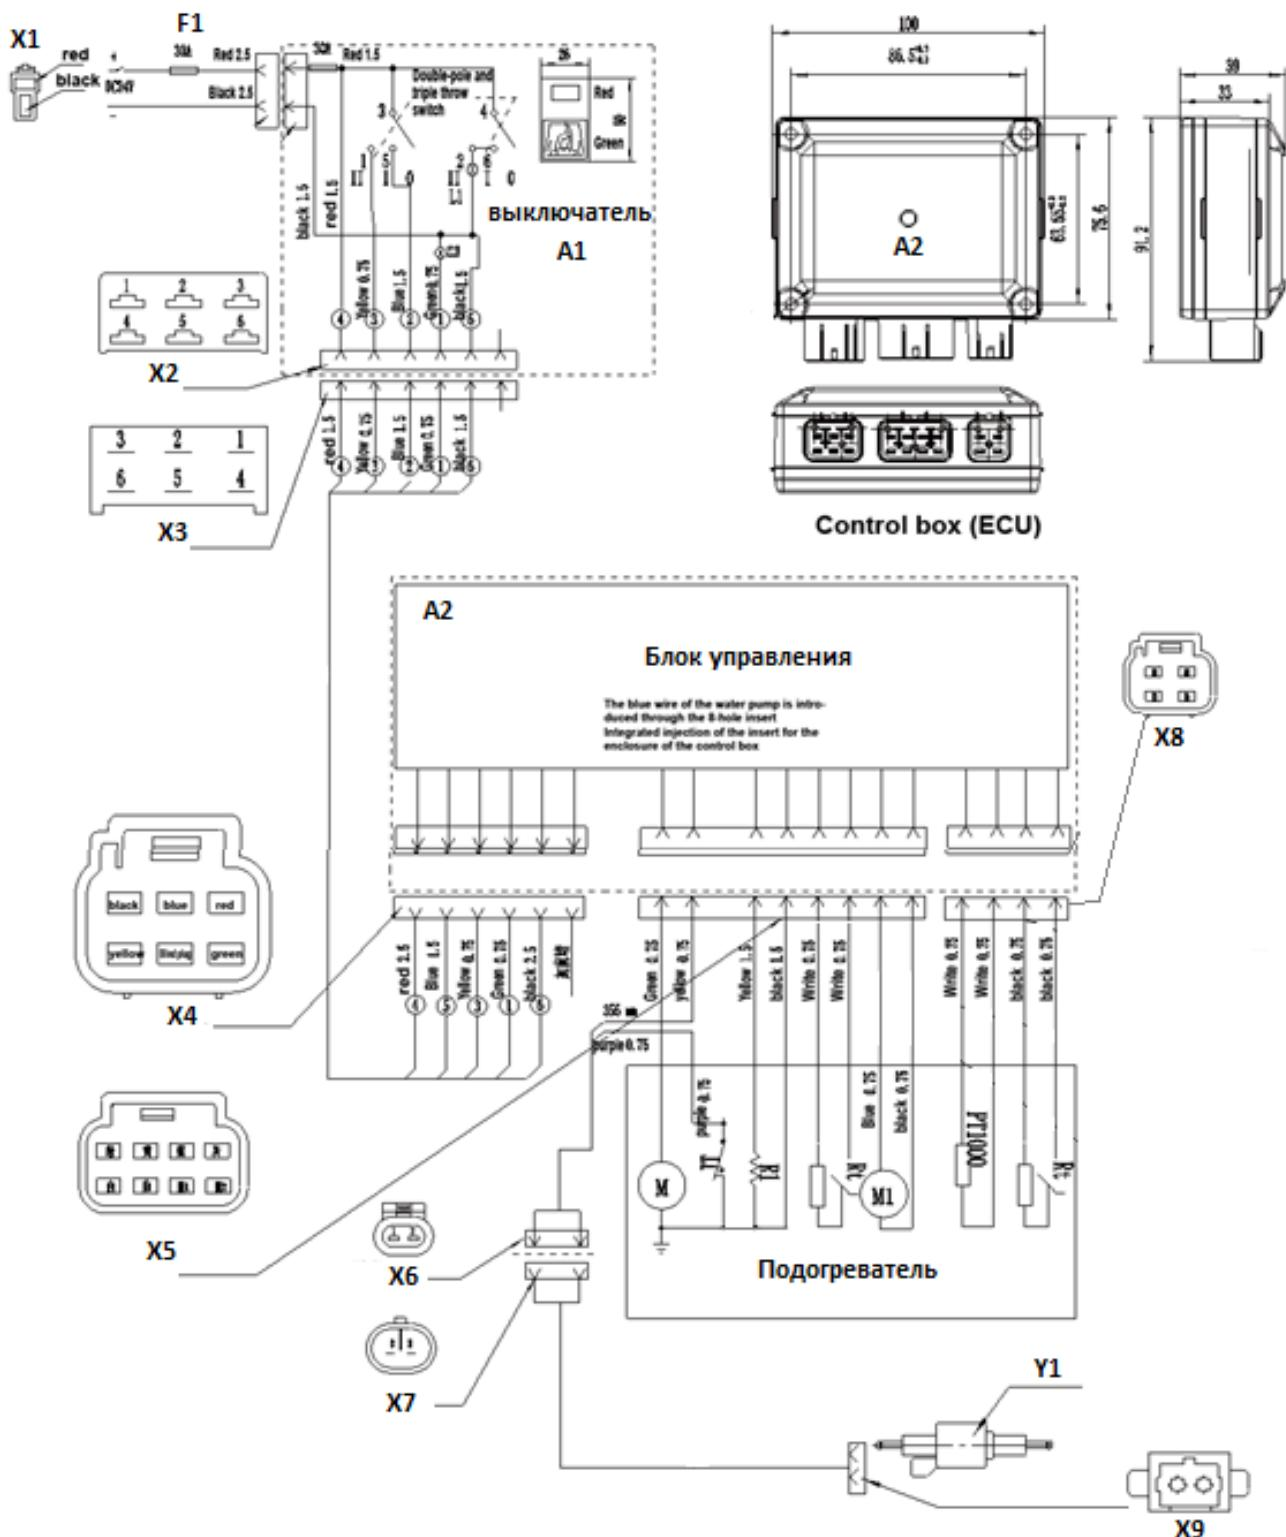

Рис.16 Электрическая схема
4.8.1 Подключение блока управления/подогревателя Электрическое подключение подогревателя выполняется по Рис.16 Блок управления и подогреватель соединены переходным жгутом. Основной жгут проводов должен быть защищен от перетирания во всех случаях эксплуатации.